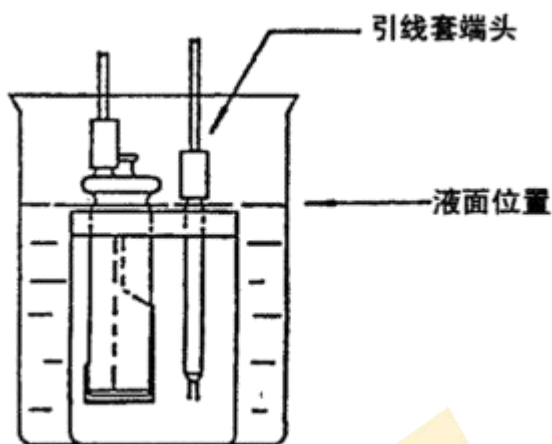

图 5
- 3) 如仍不能拆卸，请将滴定池放在 2 升的烧杯中，慢慢加入浓度为 5% 的氯化钾溶液浸泡，其液面如下图 5 所示，必须注意，不要让测量电极、阴极室电极的引线套端头进入液体，浸泡约十几个小时或 24 小时后，即可拆卸（此